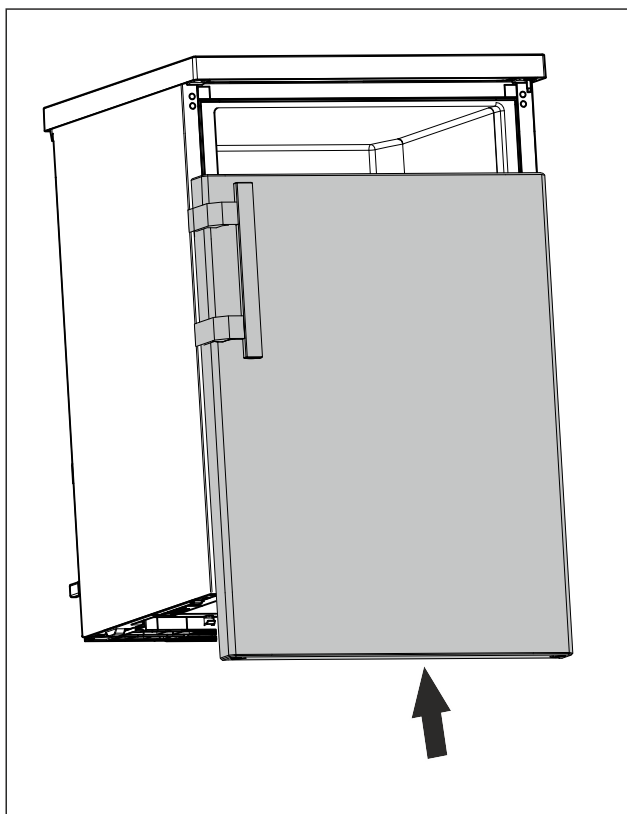

Fig. 19
- Uzbīdiet durvis aizvērtā stāvoklī uz augšējās tapas. (skat. Fig. 19)